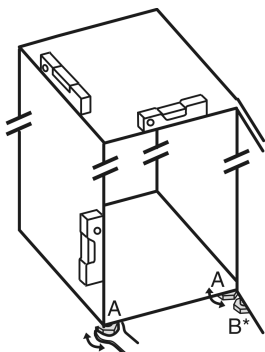

Fig. 5
- ▶ Seřizovací nožky Fig. 5 (A) vyšroubujte pomocí přiloženého vidlicového klíče a pomocí vodováhy, dokud nebude spotřebič pevně vyrovnán.
- ▶ Seřizovací nožku Fig. 5 (B) na stojanu ložiska vytáchejte pomocí přiloženého vidlicového klíče, až dosedne na zem.
- ▶ Seřizovací nožku Fig. 5 (B) otáčejte dále o 90°.